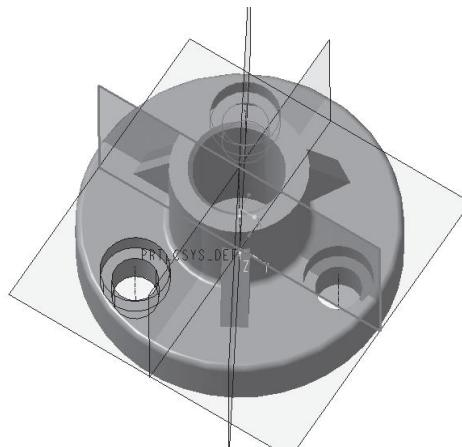

图 2-2-45 镜像平面 4
(2) 再次单击“镜像”按钮，弹出“镜像平面”菜单，单击“RIGHT : F1(基准平面)”作为镜像平面。单击“确定”按钮，效果如图 2-2-45 所示。